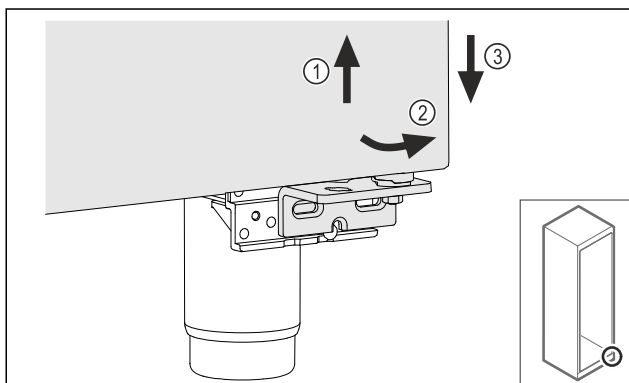

Fig. 19
- ▶ Unieść lekko drzwi Fig. 19 (1), dół przechylić do przodu Fig. 19 (2) i opuścić Fig. 19 (3).